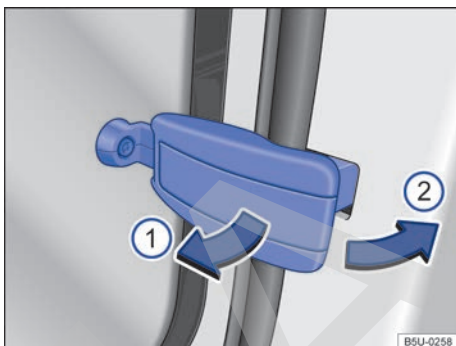

Fig. 38 Cerrar la luneta rebatible.
- Tirar de la palanca de bloqueo en el sentido de la flecha \Rightarrow fig. 38  hacia adentro.
- Presionar la palanca de bloqueo en el sentido de la flecha \Rightarrow fig. 38  hacia atrás, hasta que se bloquee y la luneta quede cerrada.